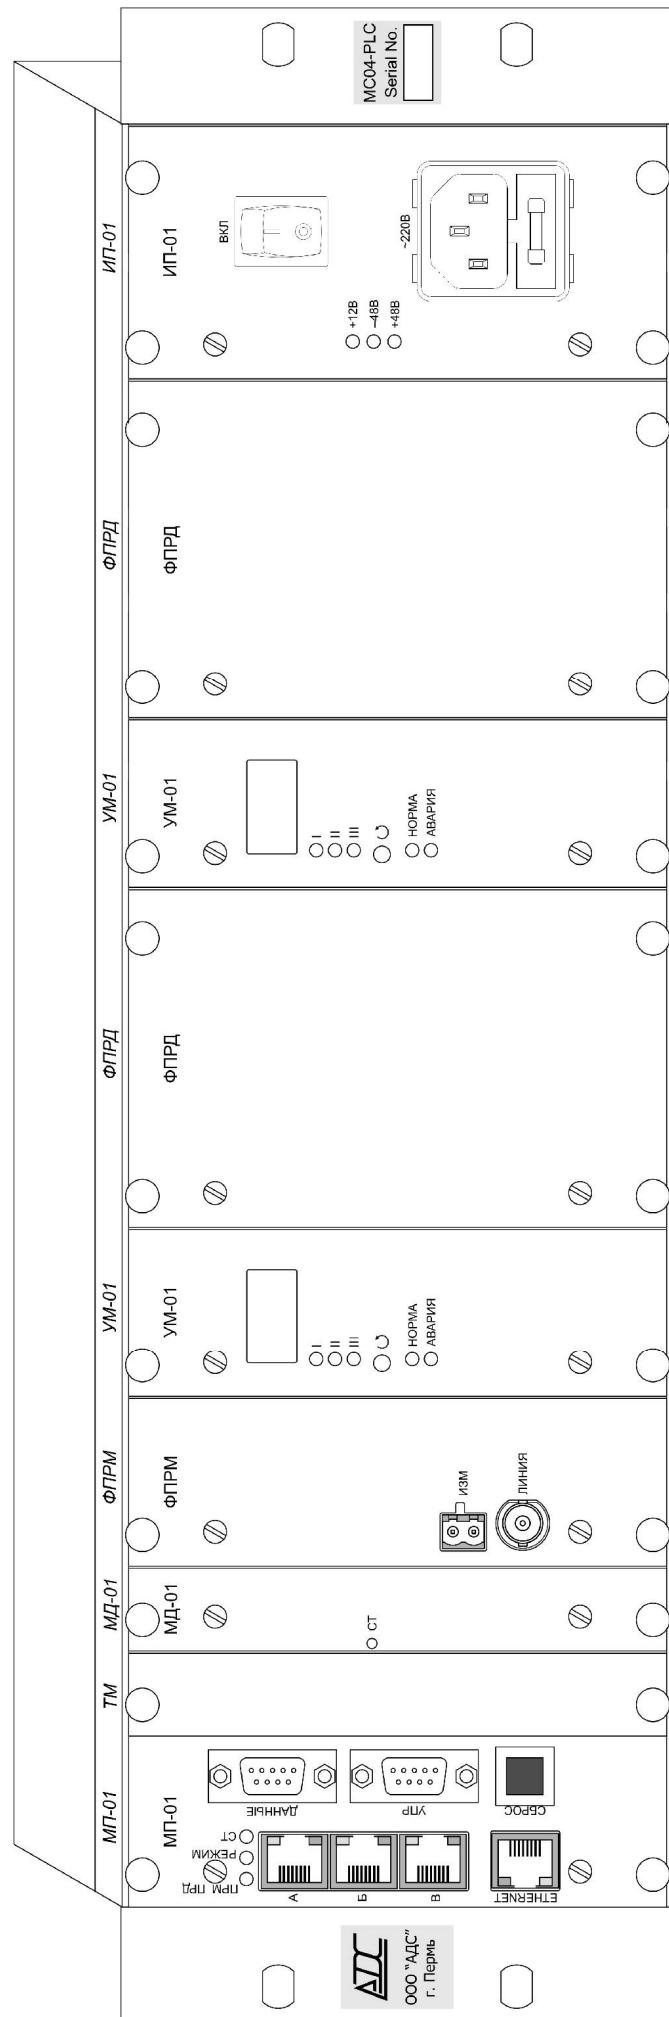

Рис.2. Внешний вид блока MC04-PLC.
Конструктивно аппаратура выполнена в виде блока 19 дюймов высотой 3U, в который устанавливаются следующие функционально-конструктивные модули (рис.1 и рис. 2):
2.1.4. Разъемы и индикаторы на лицевой панели платы МП01 (рис. 2):